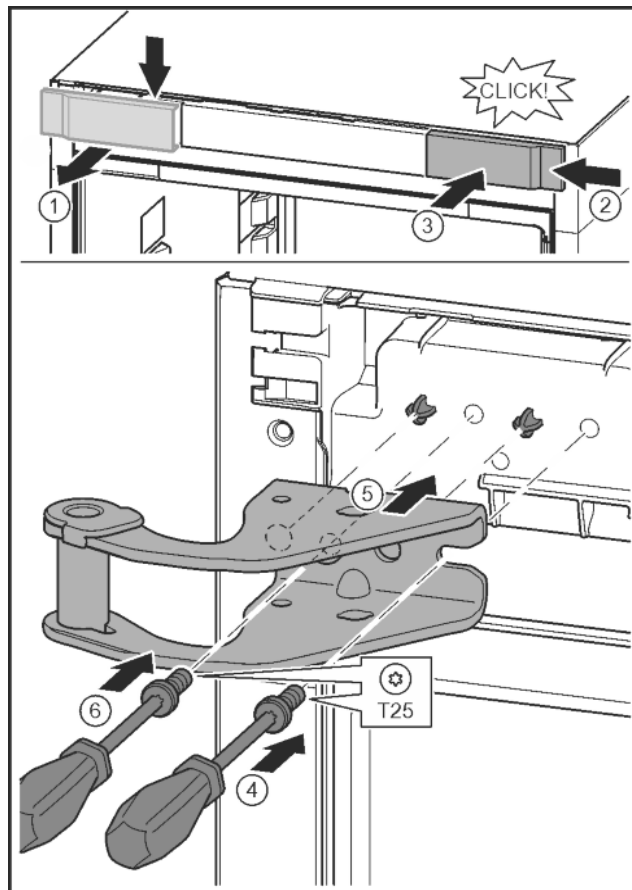

Fig. 16
- ▶ Desprindeți capacul și scoateți-l în lateral. Fig. 16 (1)
- ▶ Acroșați pe cealaltă parte din dreapta capacul rotit cu 180°. Fig. 16 (2)
- ▶ Fixați capacul în poziție. Fig. 16 (3)
- ▶ Aplicați șurubul cu șurubelnița T25. Fig. 16 (4)
- ▶ Aplicați suportul de lagăr superior. Fig. 16 (5)
- ▶ Înșurubați ferm șurubul. Fig. 16 (4)
- ▶ Introduceți șurubul cu șurubelnița T25 și înșurubați ferm. Fig. 16 (6)